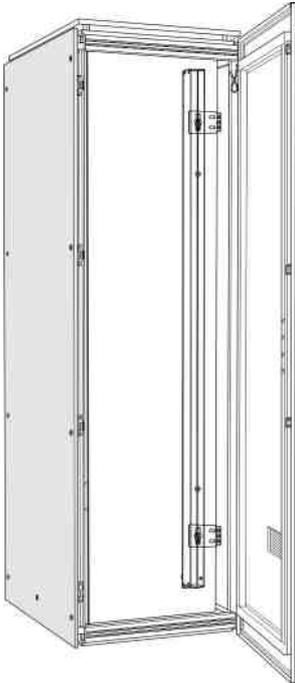

Abb. 16: Rack mit PDU
4. PDU in die Einhängewinkel einhängen (Abb. 16).